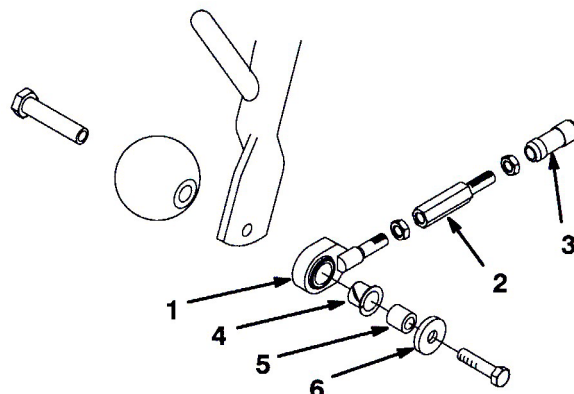

図9
1. それぞれの前キャリア・フレームの外側端部に、アンチ・スカルプ・ローラとプル・リンク・アセンブリを取り付ける。ローラ・シャフト、スペーサ、ワッシャ、ネジを使用（図9）。プル・リンクの中にナイロン・ブッシュを必ず入れること。